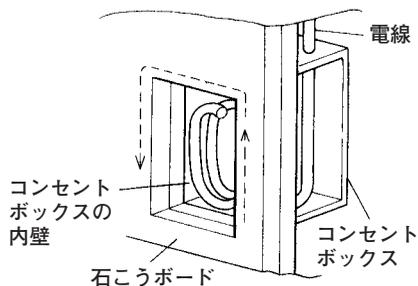

図 12
- (4) 図 12 のように石こうボードの背面にコンセントボックスが設置されている場合、窓抜きブレードの先端をコンセントボックスの内壁に当てがいながら、これを案内として沿うように切断します。また角部では直角に回して切断します。